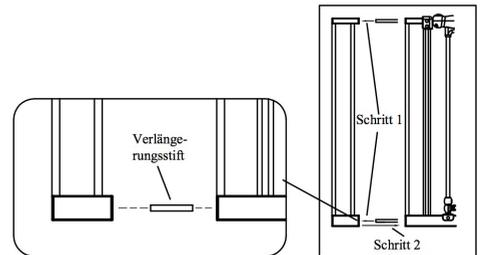

Abbildung 6
- Drücken Sie die Verlängerungsstifte in die entsprechenden Löcher am Rahmen des Gitters (siehe Abbildung 6).